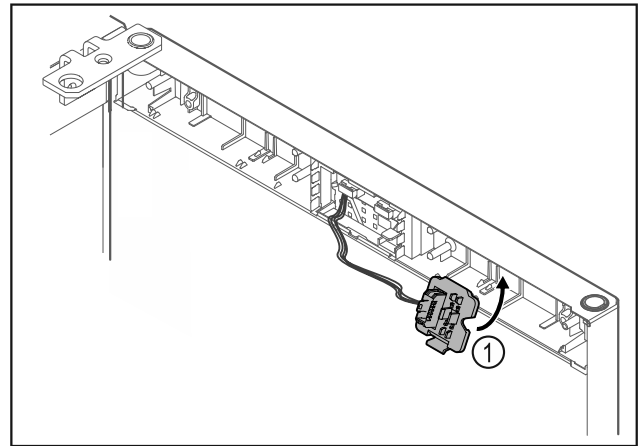

Fig. 15
- ▶ Fixaţi în poziţie suportul fişei Fig. 15 (1) pe partea opusă.